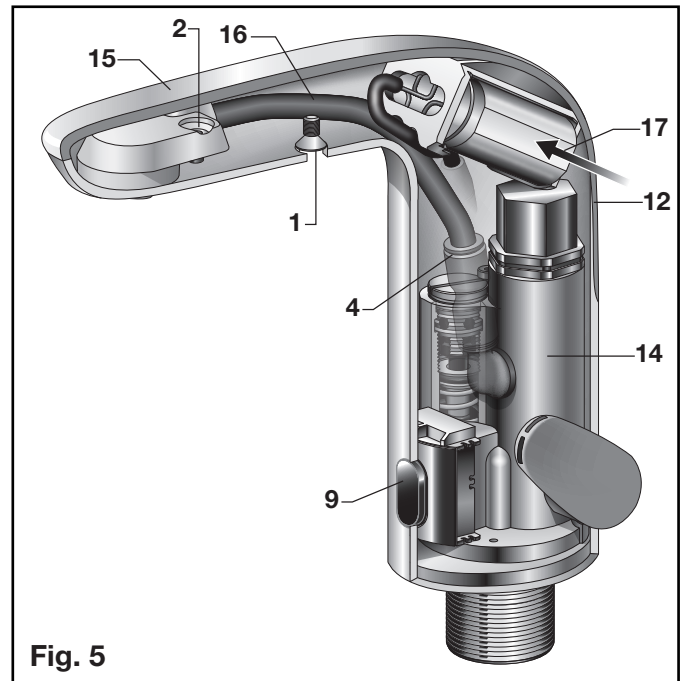

Fig. 5
### **B** REEMPLAZAR LA BATERÍA; Fig. 5, 6
3. Empuje la BATERÍA (17) hacia adelante y jálala para retirarla. (Fig. 5)
### **C** CAMBIAR EL RANGO DEL SENSOR; Fig. 5, 6